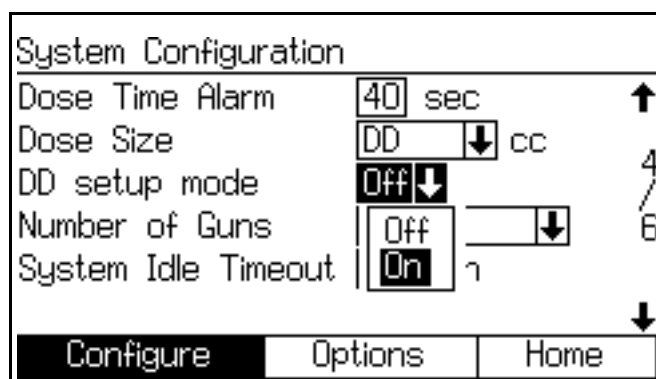

ABB. 108. Konfigurationsbildschirm 4, Einrichtungsmodus "Dynamische Dosierung" aktiviert
3. Durch die Auswahl von "DD" im Systemkonfigurationsbildschirm 4 wird der DD-Setup-Modus verfügbar. Siehe ABB. 108. Um den DD-Einrichtungsmodus zu aktivieren, wählen Sie die Einstellung "Ein" im Drop-down-Menü "DD-Einrichtungsmodus" aus. Dadurch werden die Alarmmeldungen für fehlerhafte Mischverhältnisse E-3 und E-4 deaktiviert, wodurch ein kontinuierliches Einstellen und Justieren ermöglicht wird.